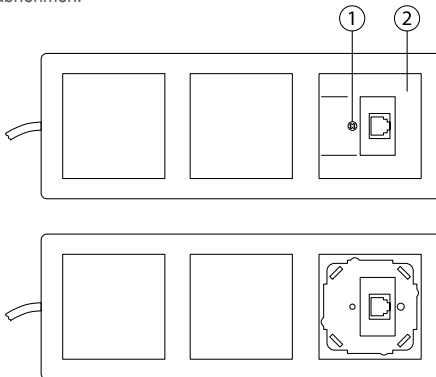

Fig. 17: Rahmenabdeckung des Modul Heatfixx abnehmen
- Schraube (Fig. 17, Pos. 1) am Anschluss des Modul Heatfixx lösen und die Rahmenabdeckung (Pos. 2) des Moduls abnehmen.